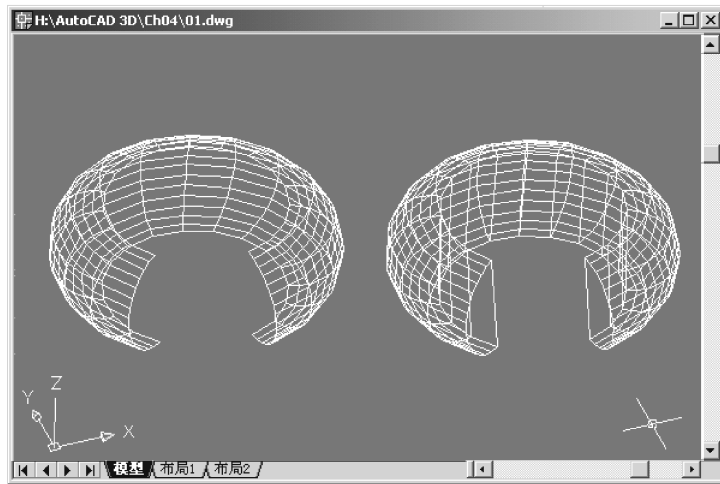

图 4-10 多边形网格在 N 向闭合
⑤选择“N 向关闭 (N)”命令选项，可以将多边形网格沿 N 方向进行闭合。例如，对图 4-10 中左侧的多边形网格进行 N 向闭合后，结果如该图右侧所示。